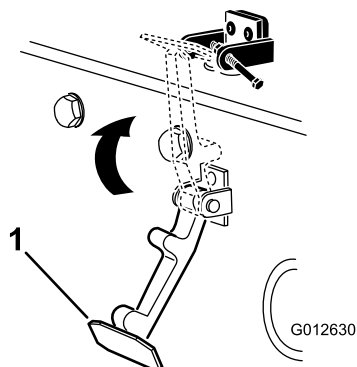

Figura 5
6. Agganciate il fermo sulla relativa staffa (Figura 5).